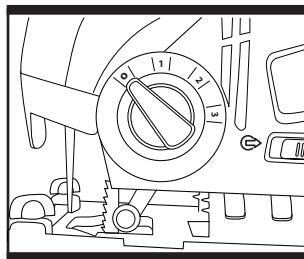

Fig. 6
6. Réglage du sélecteur de mouvement pendulaire (Fig. 6)